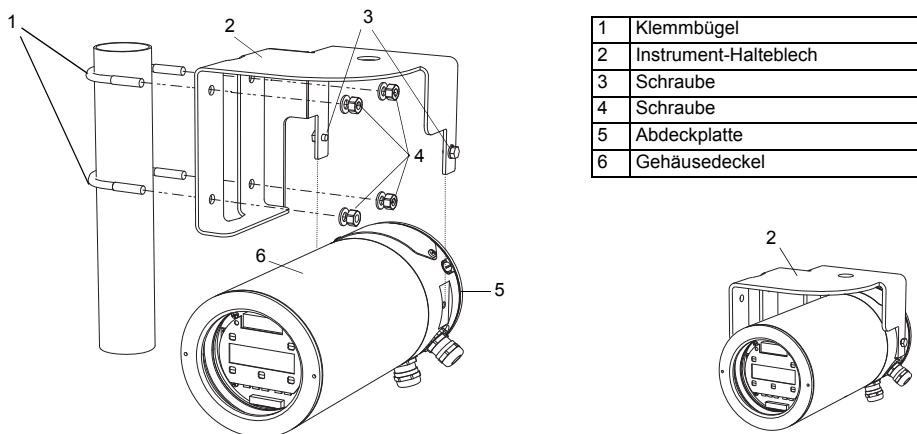

Abb. 7.1: Rohrmontagesatz
- Befestigen Sie das Instrument-Halteblech (2) mit den 4 Schrauben (4) an der Wand (siehe Abb. 7.1).
- Befestigen Sie den Messumformer mit den 2 Schrauben (3) am Instrument-Halteblech (2).
- Positionieren Sie die Klemmbügel (1) am Rohr (siehe Abb. 7.1).
- Befestigen Sie das Instrument-Halteblech (2) mit den 4 Schrauben (4) an den Klemmbügeln.